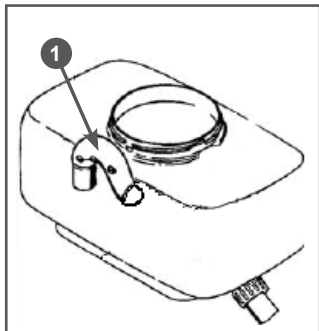

Рис. 16 Установка воздушной трубки
- Вставьте воздушную трубку 1 (Рис. 16) в бак для химикатов.